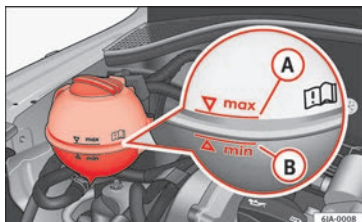

Fig. 208 Compartimento do motor: depósito do líquido de refrigeração.
- Verifique o nível do líquido de refrigeração no depósito de expansão do líquido de refrigeração »» **Fig. 208.** Com o motor frio, o nível de líquido de refrigeração deve estar entre as marcas **B** (mín.) e **A** (máx.). Com
- Coloque um pano sobre a tampa do depósito de expansão do líquido de refrigeração »» **Fig. 208** e desenrosque o tampão com **cuidado.**
Não encha o depósito do líquido de refrigeração acima da marca **A** (máx.) »» **Fig. 208** O líquido de refrigeração excedente é expulso do sistema de refrigeração quando aquece, pela válvula de sobrepressão situada no tampão de encerramento do depósito de expansão do líquido de refrigeração.